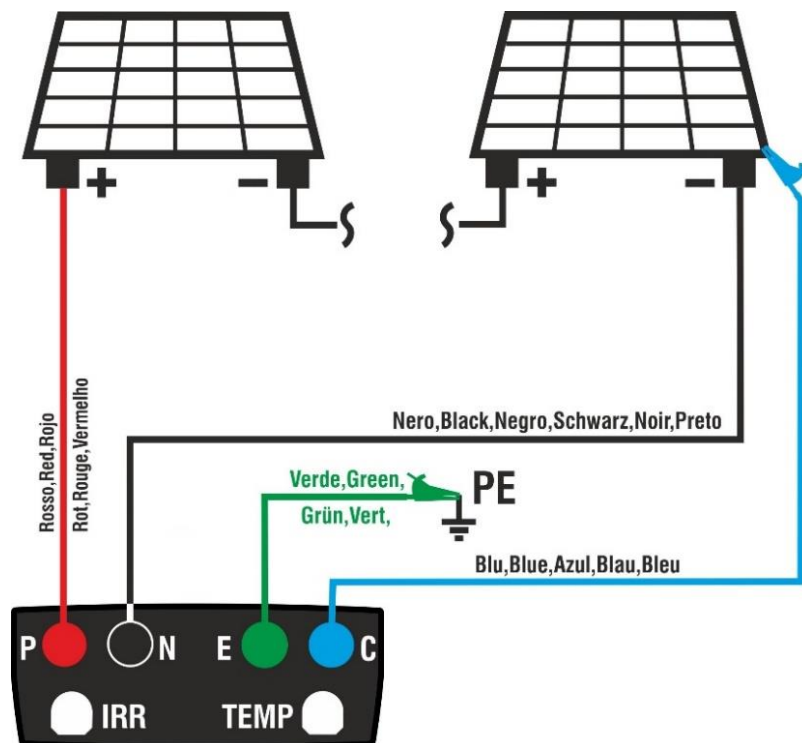

Fig. 11: Connexion pour test IVCK sans unité remote et sans mesure de rayonnement
6. Connecter l'instrument au module/chaîne en cours d'essai et, le cas échéant, au nœud principal de mise à la terre de l'installation et aux masses métalliques mises à la terre comme indiqué dans la Fig. 11. En particulier, connectez le pôle négatif sortant du module/chaîne à la borne N et le pôle positif sortant du module/chaîne à la borne P